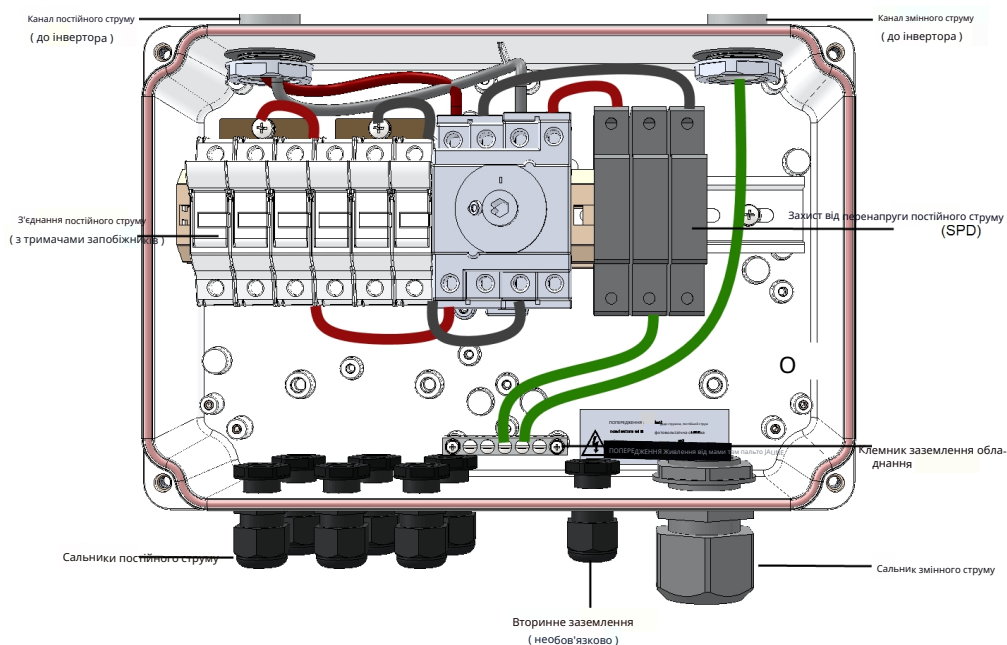

Рисунок 30: Внутрішня частина блоку безпеки постійного струму з запобіжниками
6. Відкрийте кабельну муфту змінного струму та вставте кабель через муфту (див.Рисунок 30).